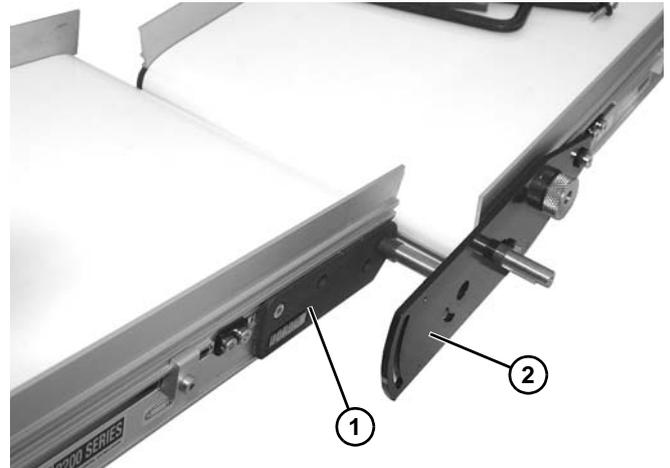

Figura 18
5. Instale el extremo tensor del transportador de transmisión (Figura 18, artículo 1) en la placa de transmisión esclava (Figura 18, artículo 2).